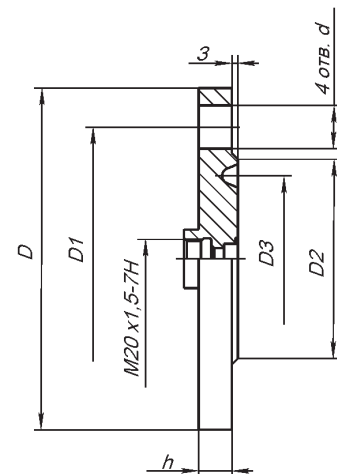

Рис.10. Фланец гильзы 2 2004-07; 2004-17.
**Назначение:** для установки на месте эксплуатации датчиков температуры ТХА Метран-231, ТХК Метран-232 рис. 10, 11, 12, 13 и сварных защитных гильз 2003-01.